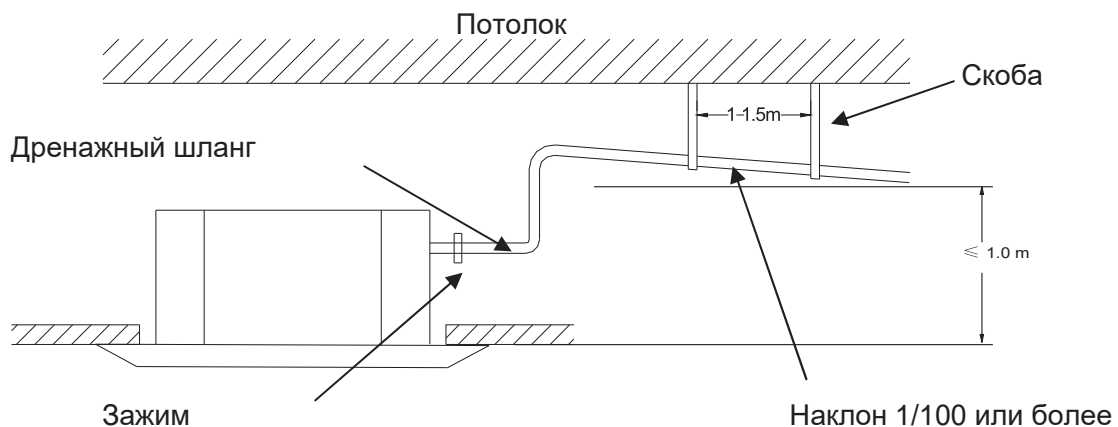

Рис. 11
1. Не поднимать дренажную трубку выше 1.0 м, поскольку это может привести к утечке воды (рис. 11).
2. Убедиться в том, что дренажная трубка установлена с уклоном вниз (не менее 1/100), а также в отсутствии мест, где может скапливаться вода (рис. 11).
Для поддержки дренажной трубки расположить крепёжные скобы на расстоянии 1 – 1,5 м. (Рис. 11)